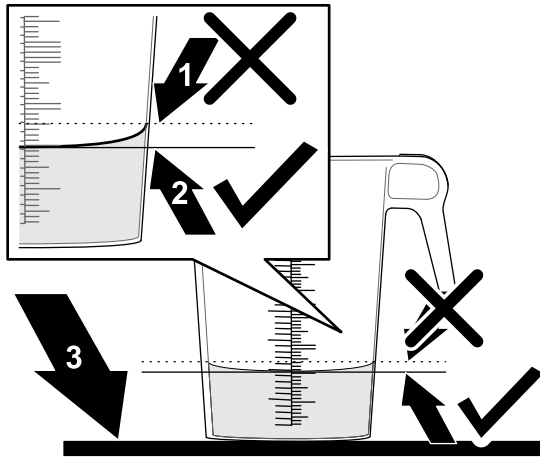

Figura 38
6. Ponga el recipiente graduado en una superficie nivelada y observe el volumen de fluido (Figura 38).